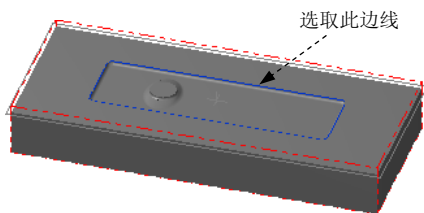
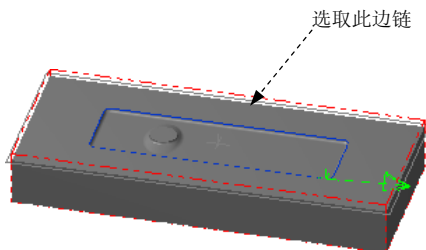

图 7.15 选取区域
图 7.16 定义加工区域
Step4. 设置加工区域。在图形区中选取图 7.15 所示的边线，系统自动选取图 7.16 所示的边链。单击  按钮，完成加工区域的设置，同时系统弹出“2D 刀具路径 - 外形铣削”对话框。